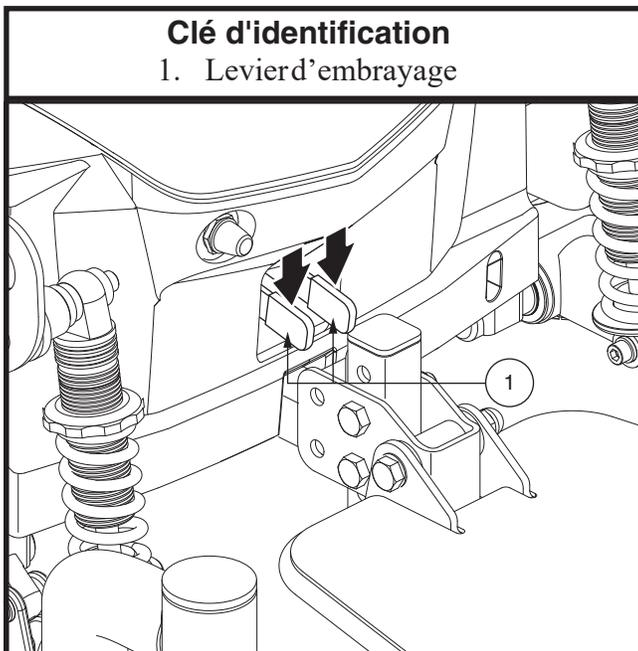

Figure 4. Mode de traction (embrayé)
2. Tirez les deux leviers vers le haut pour embrayer les moteurs. **Voir la figure 4.**
Voir la figure 4.